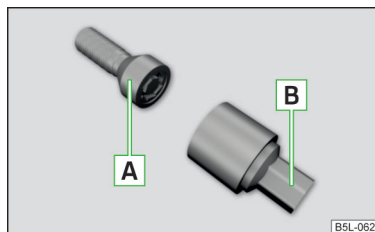

Abb. 151
Die Anti-Diebstahl-Radschrauben schützen die Räder vor einem Diebstahl. Diese können nur mithilfe des Adapters **B** » Abb. 151 gelöst bzw. festgezogen werden.
- › Den Adapter **B** » Abb. 151 mit der verzahnten Seite bis zum Anschlag in die innere Verzahnung im Kopf der Anti-Diebstahl-Radschraube **A** stecken.